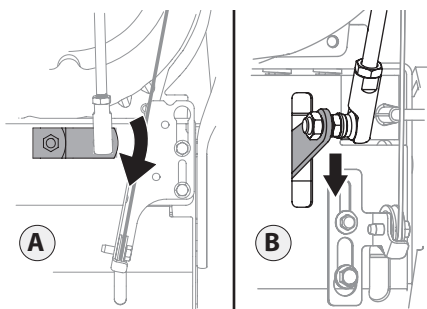

Figure 2-54
3. Vérifiez que le levier de vitesse à l'arrière de la transmission est abaissé à fond. Voir Figure 2-54, partie A pour les modèles sans transmission hydrostatique et partie B pour les modèles avec transmission hydrostatique.